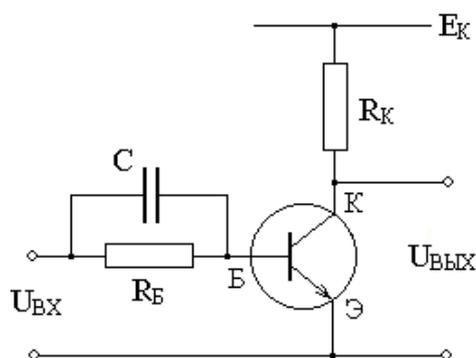

Рисунок 5.4 – Схема ключа с ускоряющим конденсатором
Ускоряющий конденсатор C включают параллельно резистору R_B (**рис. 5.4, а**). При переключении входного сигнала с E_2 на E_1 базовый ток БТ – ток зарядки конденсатора C (не ограничен R_B):
5.4.6 С использованием директивы **.STEP** исследовать влияние емкости ускоряющего конденсатора (C на рис. 5.4) на переходной процесс. Результаты представить в виде семейства переходных характеристик с емкостью ускоряющего конденсатора в качестве параметра.